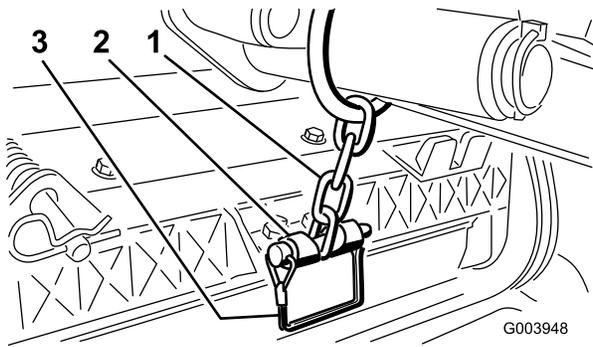

Рисунок 12
3. Прикрепите цепь подъемного рычага к кронштейну цепи с помощью стопорного штифта (Рисунок 12).